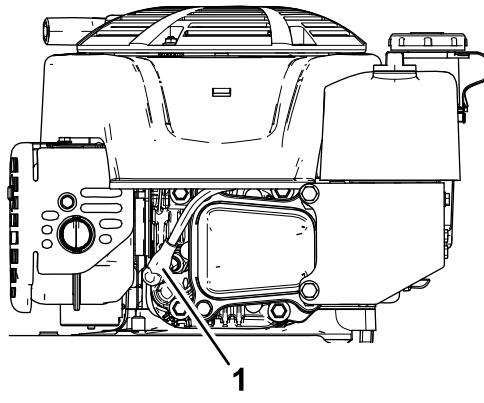

Bild 28
- Ziehen Sie den Kerzenstecker von der Zündkerze ab (Bild 28).